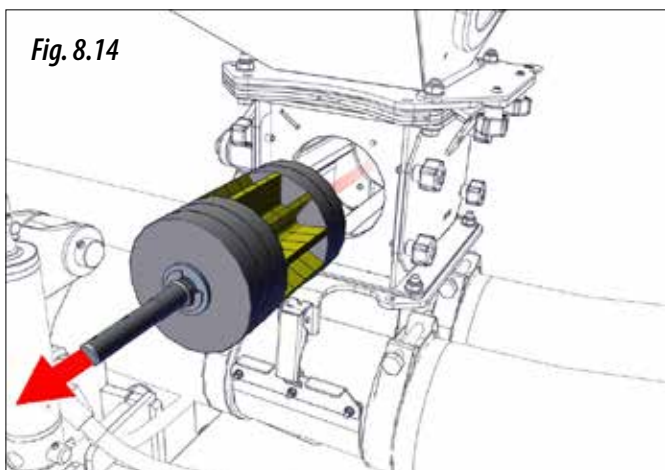

Fig. 8.14
- 3- Scoateți suportul lateral (Fig. 8.13) și rola (Fig. 8.14).